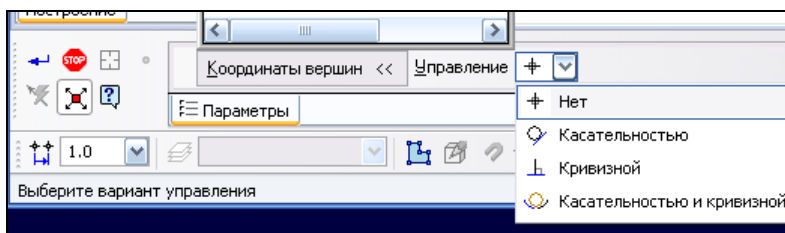
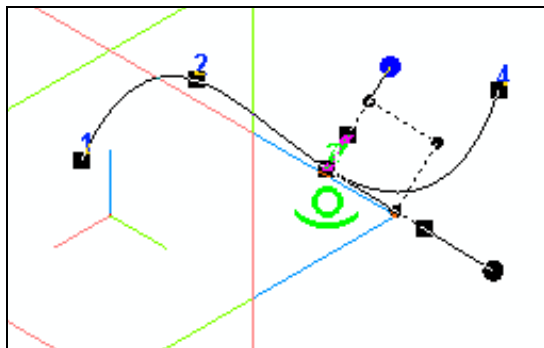
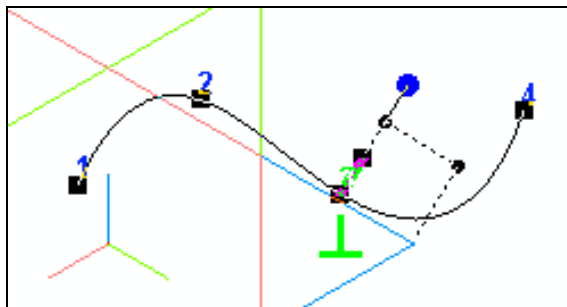

Рис. 6.8. Раскрытый список **Управление** на Панели свойств
Рис. 6.11. Вид сплайна при построении По точкам в режиме управления кривизной
Рис. 6.13. Вид сплайна при построении **По точкам** в режиме управления касательностью и кривизной
- ♦ укажите редактируемую вершину и нажмите кнопку **Управление формой сплайна в вершинах**  на Панели специального управления Панели свойств. Панель свойств изменится: появится новый параметр — список **Управление** (рис. 6.8);
На вкладке **Параметры** Панели свойств для изменения формы сплайна выберите из раскрывающегося списка **Управление** вариант **Кривизной** (см. рис. 6.8). В окне модели (рис. 6.11) в точке кривой появились три взаимно перпендикулярные плоскости и три базисных вектора.
Задание кривизны включает в себя определение вектора нормали и задание величины кривизны. В окне модели (см. рис. 6.11) вы можете также задать величину кривизны с помощью характерной точки управляющего фантома "Кривизна".
Для изменения формы сплайна выберите из раскрывающегося списка **Управление** вариант **Касательностью и кривизной** (см. рис. 6.8). В окне модели (рис. 6.13) в точке кривой появились три взаимно перпендикулярные плоскости и три базисных вектора.